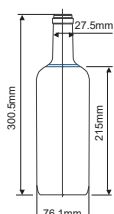
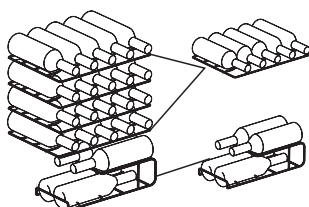
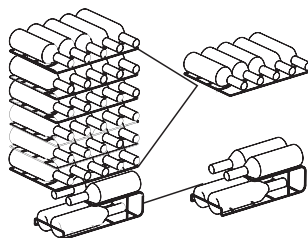

Fig. 1
Fig. 2
Fig. 3
- La capacità di stoccaggio delle bottiglie nella cantinetta (MDRW111FGG nella Fig. 2, MDRW150FGG nella Fig. 3) si basa sulle dimensioni delle bottiglie indicate nella Fig. 1. Una bottiglia più grande potrebbe ridurre il numero di bottiglie contenute all'interno della cantinetta.
- Per il modello MDRW111FGG: si consiglia non conservare più di 24 bottiglie, come mostrato nella Fig. 2
- Per il modello MDRW150FGG: si consiglia non conservare più di 34 bottiglie, come mostrato nella Fig. 3